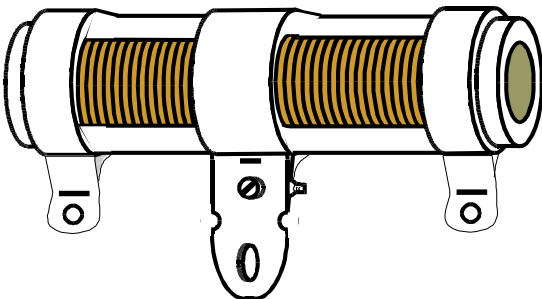

Fig.2 Resistor ajustável de fio.
- Resistor ajustável de fio (**Fig.2**).